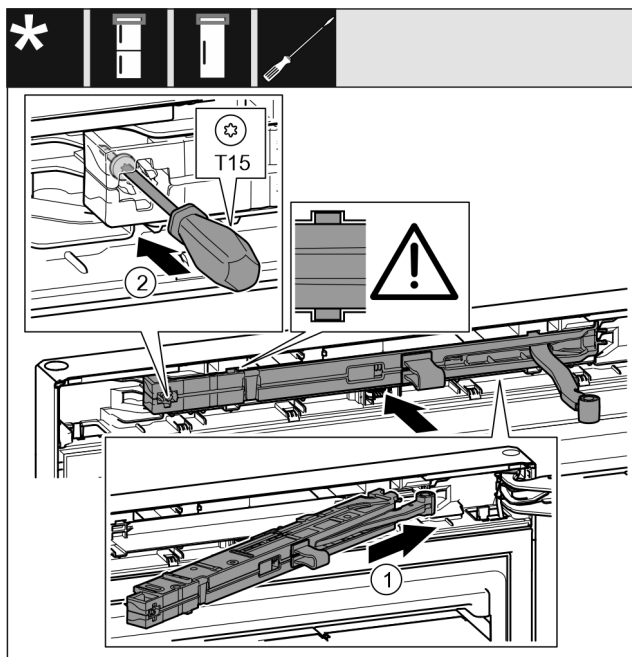

Fig. 65
- ▶ Вставьте узел амортизатора закрывания двери Fig. 65 (1) в выемку со стороны опорного кронштейна под наклоном до упора.
- ▶ Затяните винт Fig. 65 (2) отверткой.